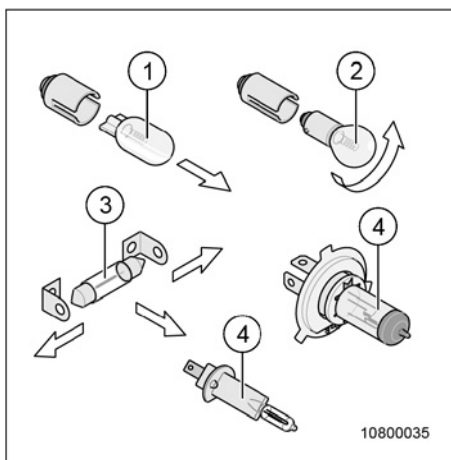
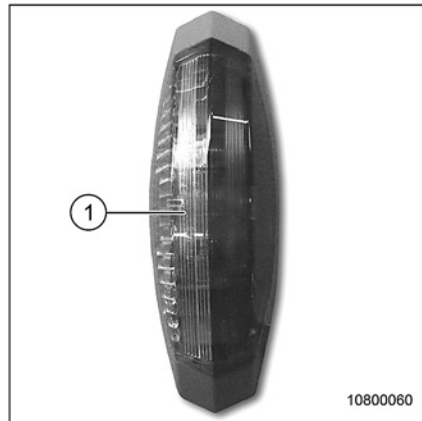

Fig. 183 Vue d'ensemble des types d'ampoules
Fig. 188 Feu de gabarit
1. Soulever prudemment l'écran (Fig. 188/1) du feu de gabarit avec un tournevis fin.
2. Enlever l'écran (Fig. 188/1) et remplacer l'ampoule (Fig. 183/3).